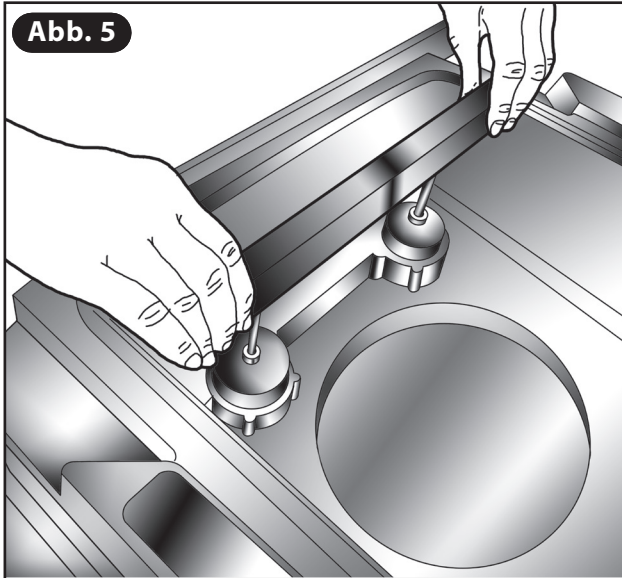

Abb. 5
- 5) Schweißbalken wieder in die Wanne einsetzen, dabei darauf achten, dass die elektrischen Kontakte richtig hergestellt werden (**Abb. 5**).